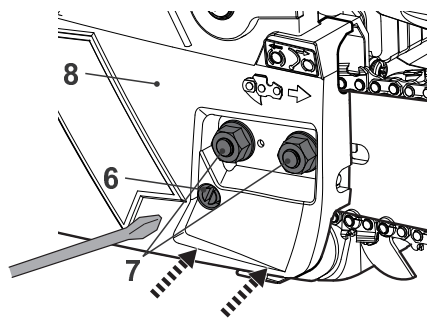

Fig. 8
- > Volte a instalar a tampa (8) e aperte ligeiramente as porcas (7) (Fig.8). Certifique-se de que o pino de tensão (6a) está bem colocado no orifício inferior da lâmina-guia da corrente (Fig. 8).